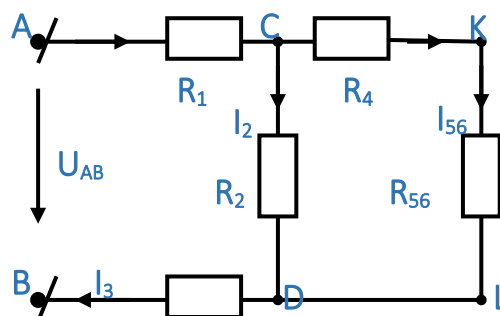

Рисунок 5.2
2. Рисунок 5.2  $R_{56} = \frac{R_5 \cdot R_6}{R_5 + R_6} R_{56} = \frac{3 \cdot 3}{3 + 3} = 1,5\text{Ом}$